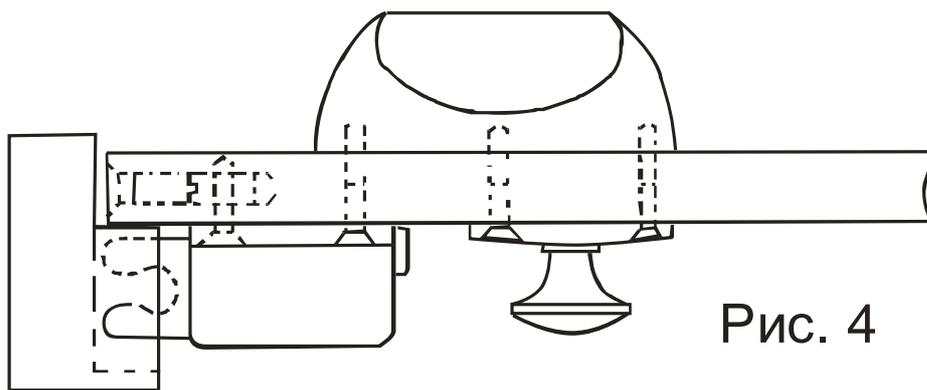

Рис. 4
- надежно запирать двери патентованной ригельной системой (рис. 4)